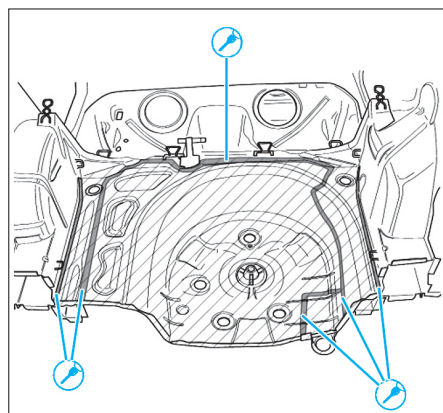

FIG. 130
- Dépointer le logement de roue de secours comme illustré (Fig.130).